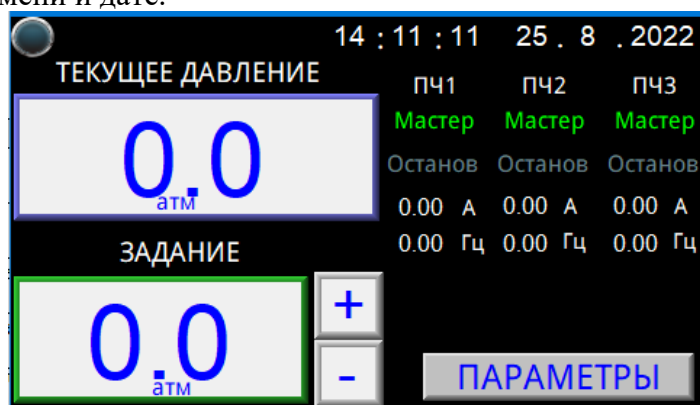

Рисунок 1 Основное окно
2.2.2. В основном окне (рисунок 1) выводится информация о текущем измеренном давлении (перепаде давления), текущем задании, состоянии частотных преобразователей, статусе насосов, текущих времени и дате.